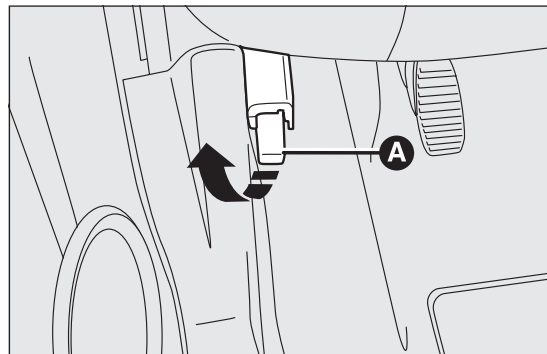

РИС. 59
- потянуть рычаг А РИС. 59 в направлении, указанном стрелкой;